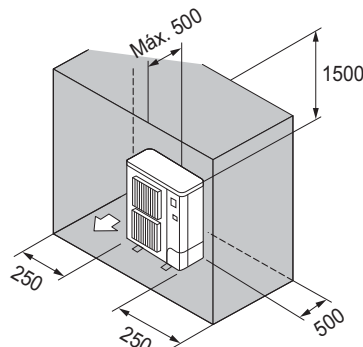

Fig. 3-10
- ⑥ Obstáculos sólo en la parte trasera, los laterales y superior (Fig. 3-10)